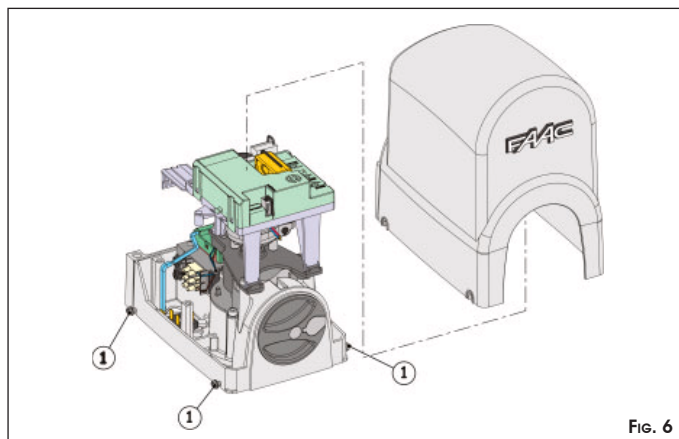

Fig. 6
- Desserrer d'environ 1/2 tour les quatre vis de blocage du carter supérieur (Fig.6 réf.①) et extraire le carter. Disposer l'opérateur pour le fonctionnement manuel, voir paragraphe 7.